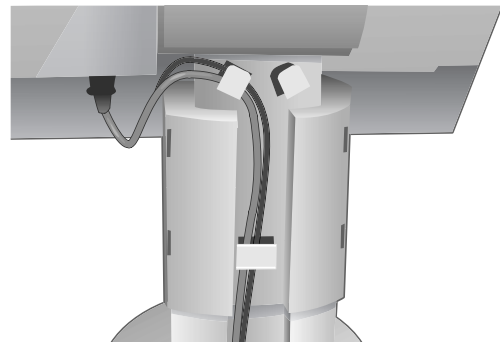

Figure C.3
- Placez le câble DVI et le câble d'alimentation dans les crochets, comme indiqué sur la **Figure C.3**.